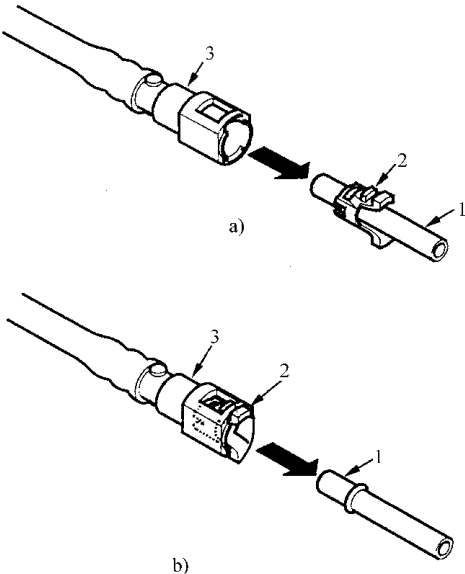

图 3-46 连接固定器
4) 将快速接头与管路对准，并使固定器的锁定爪与插接器对准。然后将快速接头压在管路上，直至 2 个固定器锁定爪发出卡嗒一声锁定为止(如果难以连接,在管路端部涂上少量新的发动机油)。如图 3-46 所示，与新的固定器连接，重新与已有固定器连接。